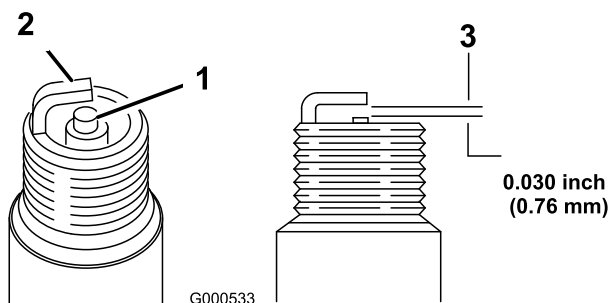

Figura 25
1. Inspeccione la bujía (Figura 25).
- Compruebe la separación entre los electrodos central y lateral (Figura 25). Si la distancia no es correcta, doble el electrodo lateral.